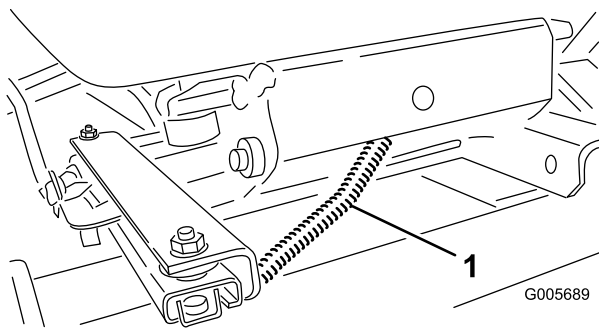

Figura 13
- Oriente a cablagem do interruptor do banco através dos orifícios no suporte do banco e suspensão do banco (Figura 13). Ligue o conector do feixe de cabos no conector do interruptor do banco, na parte de baixo do banco.